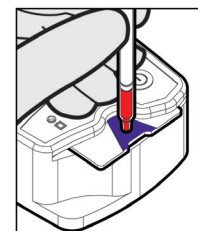

Figure 3
- 3. Tout en maintenant la pression vers le bas, utilisez l'index de l'autre main pour enfoncer le piston de la seringue d'un seul mouvement régulier et continu jusqu'au signal qui vous indique d'arrêter (voir Figure 3).**